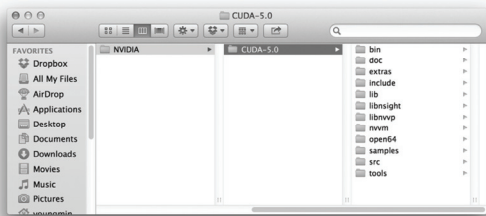

图 A.6 Mac OS X 默认安装目录
- 对于 Mac OS X, 默认安装目录为 /Developer/NVIDIA/CUDA-5.0, 如图 A.6 所示。